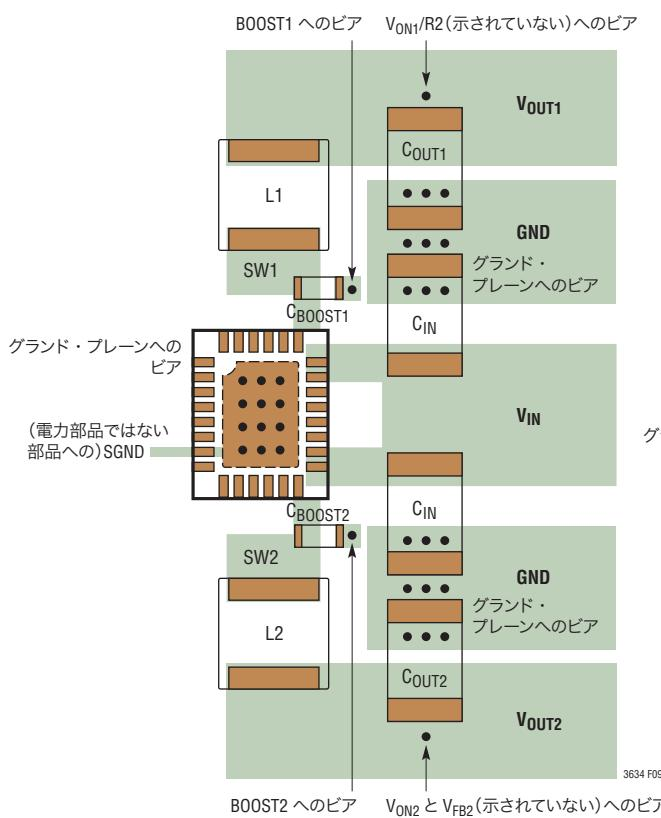

図10. QFNパッケージのパワー部品レイアウトの例
- 電力部品の温度上昇を低減するため、すべての層の未使用領域は銅で覆います。これらの銅領域は、パッケージの金属が露出した裏面(PGND)に接続します。基板レイアウトの例については、図10および11を参照してください。